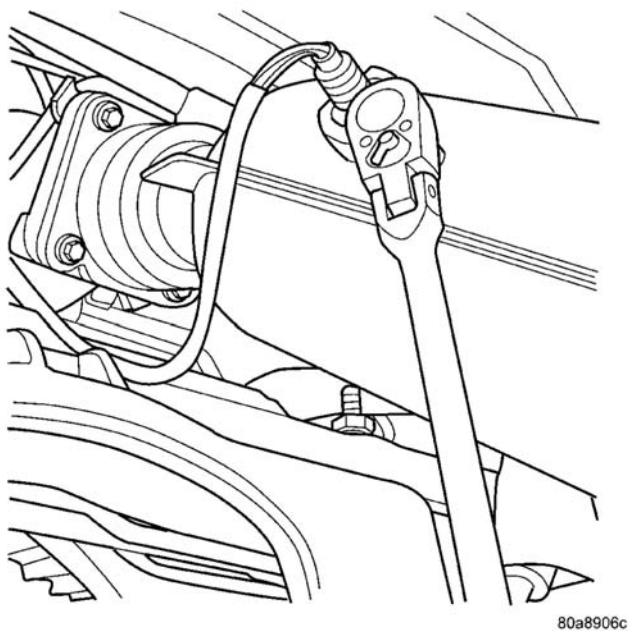

图 25 下游 2/1 氧传感器
(4) 使用套筒扳手（如 SNAP-ON®YA8875 或类似工具），拆卸传感器（图 25）。
(5) 拆卸传感器后，必须用 18 毫米的 X1.5+6E 丝锥清理螺纹。如果使用原来的传感器，请在传感器螺纹上，涂抹防熔粘料，如洛泰胶 771-64 或同级产品。